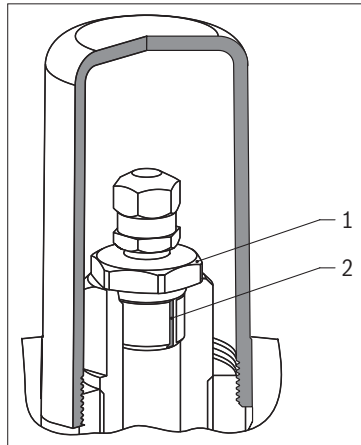

Abb. 11: Entlastungsnut
- ▶ Lösen Sie den Gasventileinsatz, siehe Abb. 11, Pos. 1, langsam mit einem Gabelschlüssel SW 17, bis über die Entlastungsnut, siehe Abb. 11, Pos. 2, im Gewinde des Gasventileinsatzes der Restdruck hörbar abbläst.